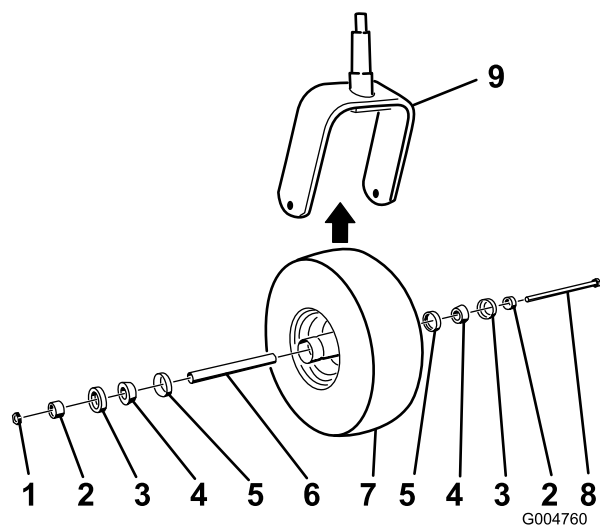

Figure 54
2. Enlevez le contre-écrou du boulon qui fixe la roue pivotante à la chape (Figure 54).
- Montez la roue pivotante en poussant les roulements à rouleaux coniques et les joints, garnis de graisse, dans le moyeu, en les positionnant comme indiqué à la Figure 54.